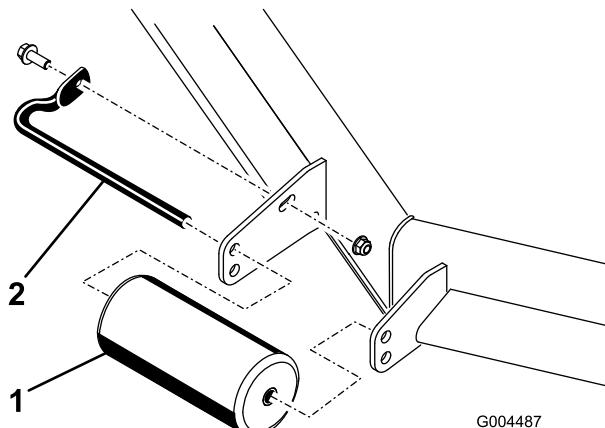
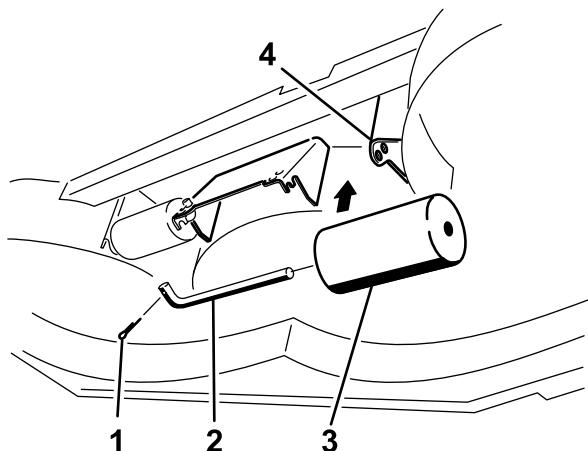

Figura 24
Figura 28
- Retire los herrajes que fijan cada rodillo a la carcasa de corte y mueva los rodillos hacia arriba o hacia abajo según sea necesario; consulte Figura 24 a Figura 28 según corresponda a su cortacésped.